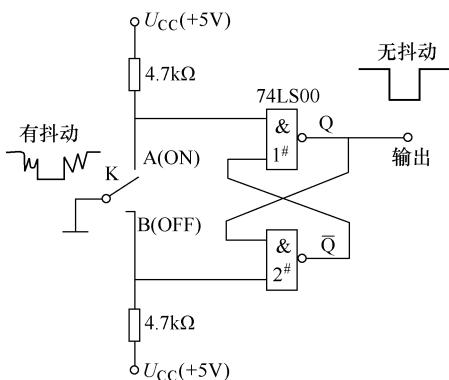

图 7-26 双稳态防抖电路
b. 双稳态防抖电路。在硬件上可采用在键输出端加 R-S 触发器 (双稳态触发器) 或单稳态触发器构成去抖动电路。图 7-26 所示是一种由 R-S 触发器构成的双稳态防抖动电路, 当触发器翻转时, 触点抖动不会对其产生任何影响。键盘输出经双稳态电路之后变为规范的矩形方波。